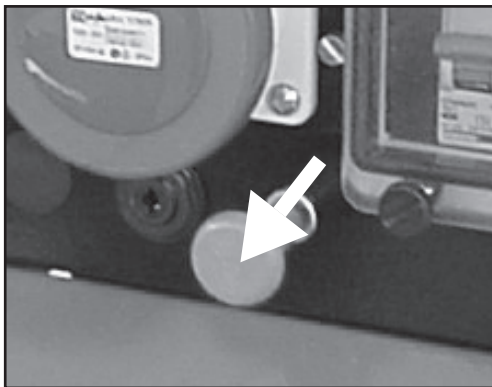

Fig. 8
- 3) Versão P9000 – WP230: Puxar o botão situado NÃO painel de comando (ver fig.8); aguardar o completo desligamento do motor, colocar novamente a chave na posição "OFF".